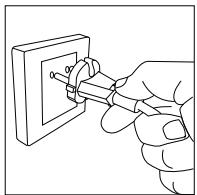

图1
- 将干磨机的交流电源线插入电源(220-240V交流电输出)。-见图1